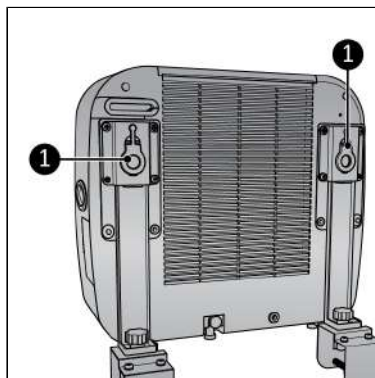

Figura 75.
I ganci in gomma ( Figura 75, pos. 1) possono essere utilizzati per montare le staffe superiori del caravan sull'unità interna.